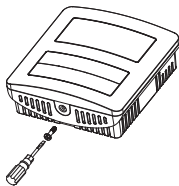

Рис. 1.
- Выкрутите винт в нижней части терморегулятора с помощью отвертки (рис. 1).